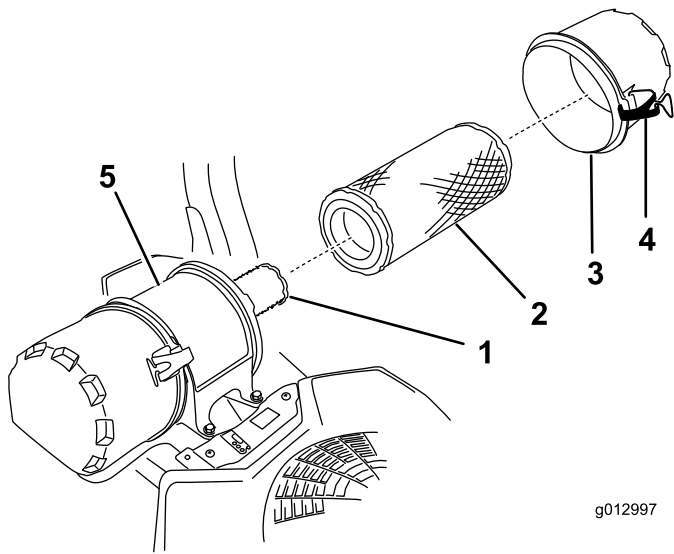

Figura 53
6. Abra los cierres del limpiador de aire y tire de la tapa de la entrada de aire para separarla del cuerpo del limpiador de aire (Figura 53).
8. Extraiga con cuidado el filtro primario de la carcasa del limpiador de aire (Figura 53).
- Si va a cambiar el filtro de seguridad, deslícelo cuidadosamente en el cuerpo del filtro (Figura 53).
- Deslice cuidadosamente el filtro primario por encima del filtro de seguridad (Figura 53).
- Instale la tapa del limpiador de aire y fije los cierres (Figura 53).